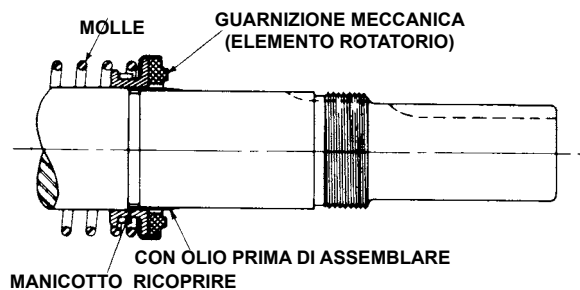

FIGURA 11
4. Ponete un manicotto di installazione rastremato sull'albero, **Figura 11**. Il manicotto è fornito di guarnizioni meccaniche di ricambio per G, GG, AS, AK e AL. Ricoprite l'albero del rotore, il manicotto di installazione rastremato e il diametro interno dell'elemento rotatorio della guarnizione meccanica con un generoso strato di olio non detergente SAE 30. Può essere utilizzato il Petrolatum, il grasso invece non è consigliato.